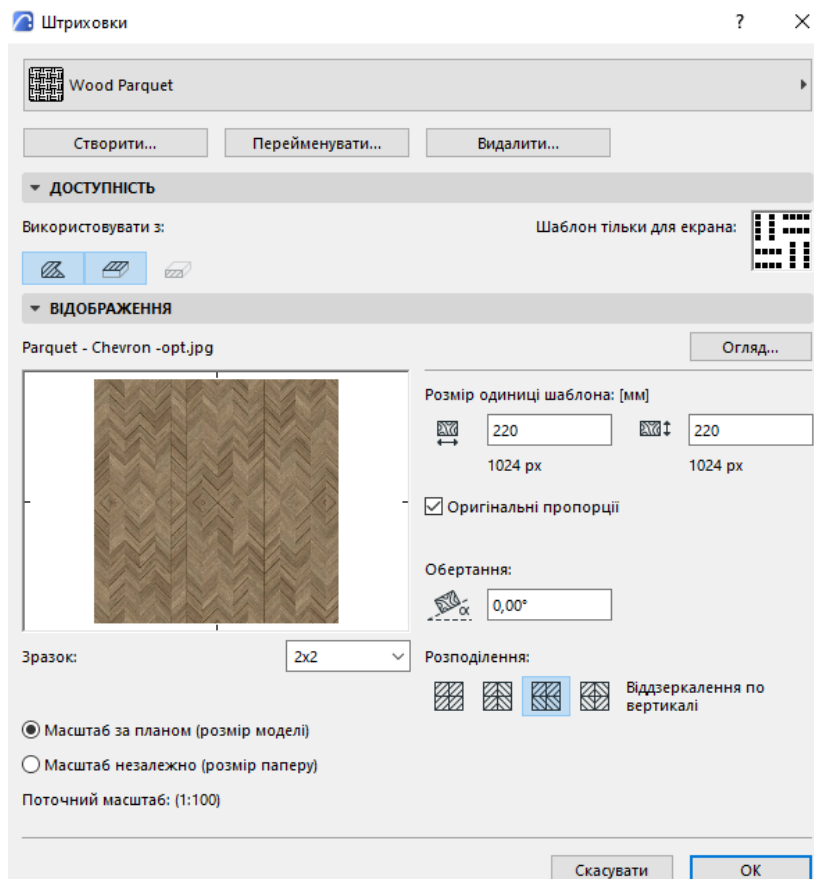

Рисунок 1.9 – Редагування штрихування Зображення
4. Створіть та відредагуйте Штрихування Зображення на прикладі Wood Parquet (рис.1.9).